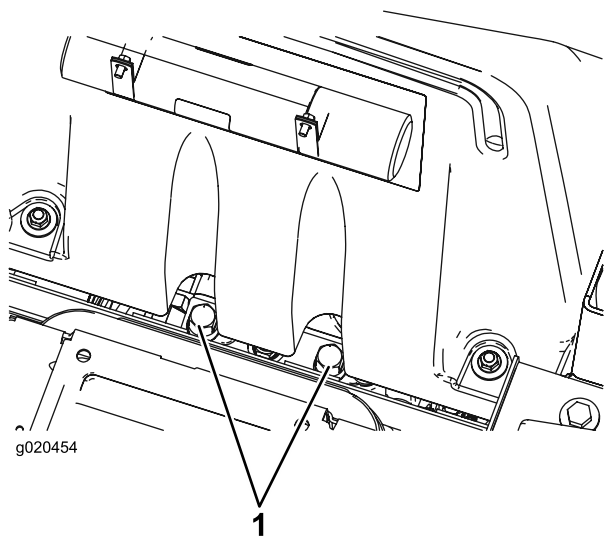

Рисунок 31
1. Поднимите сиденье и найдите перепускные клапаны, расположенные под передней частью топливного бака (Рисунок 31).